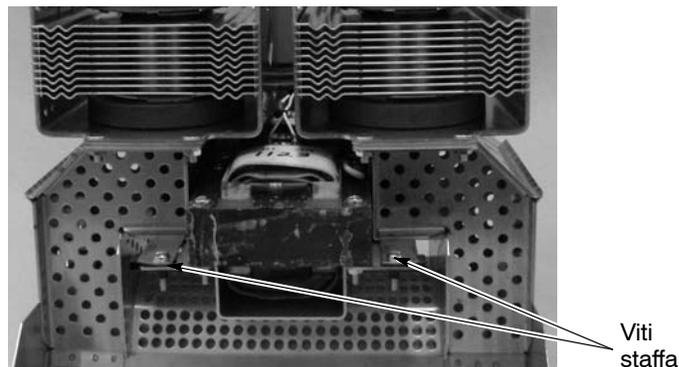

Figura 6-16 Viti della staffa del trasformatore
4. Togliere le due viti M4 come illustrato nella figura 6-16.
15. Infilare completamente la staffa del trasformatore nel gruppo guida d'onda. Fissare la staffa con le due viti M4 come illustrato nella figura 6-16.